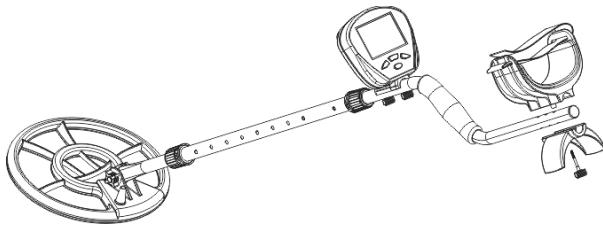

Fig.6
6. Regolare la posizione del braccio di supporto. Svitare la vite sottostante il braccio per il rilascio in altezza, estrarre e regolare il braccio ad un certo posto, poi avvitare nuovamente la vite(vedi Fig.6).